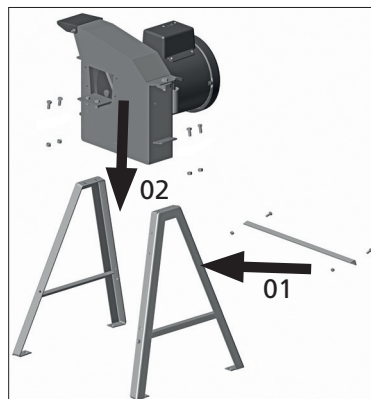

Fig. 01
Fixe a haste de sustentação (1) na parte de trás dos cavaletes utilizando os parafusos M6 x 16 mm. Monte o corpo da máquina na parte superior dos cavaletes, utilizando os parafusos M8 x 20 mm (2), [Fig. 01].